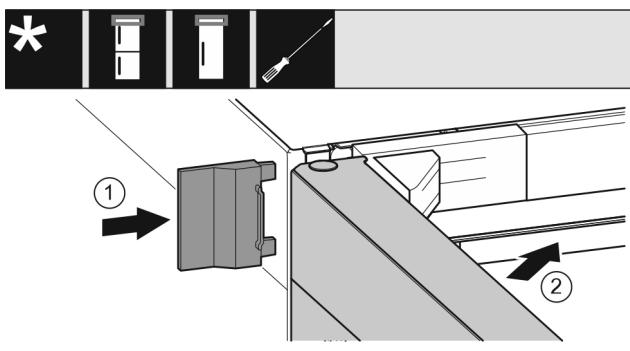

Fig. 24
- Нахлузете външния капак. Fig. 24 (1)
- Затворете горната врата. Fig. 24 (2)